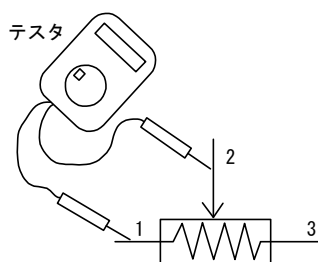

図10 可変抵抗の概観と測定方法
(3) LED点灯時の電池の電圧をテストで測定しなさい。次に、調整した可変抵抗を回路から外し、その抵抗値を図10を参考にして測定しなさい。